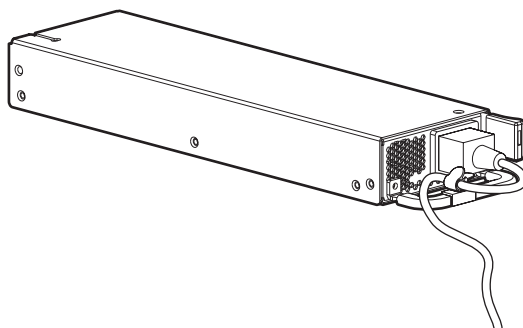

Figure 89 Fixation du cordon d'alimentation à l'aide du clip réducteur de tension
3. Utilisez le clip réducteur de tension pour fixer le cordon d'alimentation (Figure 89).